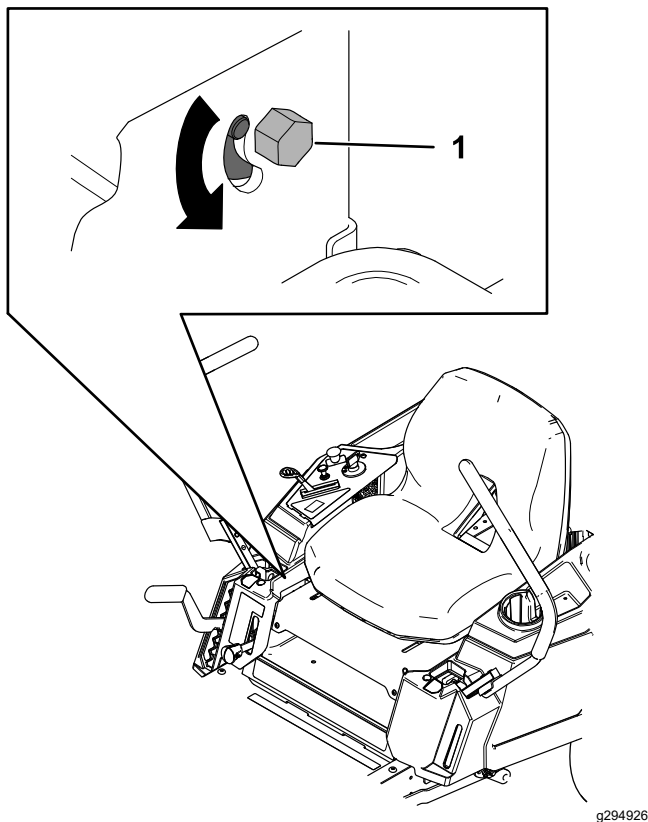

Figura 55
- Localizai urubul de reglare a direcției de lângă maneta de control al mișcării pe partea care trebuie efectuată reglarea (Figura 55).